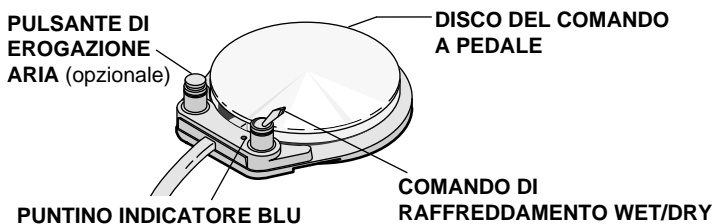

Figura 6. Comando a pedale
3. Posizionare il comando di raffreddamento wet/dry del comando a pedale (vedere la figura 6 a pagina 9) su OFF, dalla parte opposta rispetto al puntino indicatore blu.
3. Posizionare il comando di raffreddamento wet/dry sul comando a pedale (vedere la figura 6 a pagina 9) su ON, verso il puntino indicatore blu.
Il comando a pedale è dotato di un comando di raffreddamento wet/dry e, opzionalmente, di un pulsante di erogazione aria (vedere la figura 6).